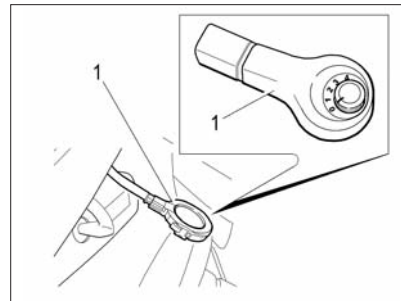

Рис. 37. Датчик дождя и освещенности
Для включения системы очистки необходимо переключатель чувствительности датчика дождя 1 (см. рис. 37), расположенный за зеркалом заднего вида в накладке датчика перевести из положения **0** в любое другое положение от **1** до **4\***, а рычаг переключателя стеклоочистителей перевести в положение **III** (прерывистый режим работы). При этом щетки очистителя
*В вариантном исполнении* автомобиля оснащаются совместным датчиком дождя и освещенности, который расположен на ветровом стекле за зеркалом заднего вида (рис. 37).
Для включения системы очистки необходимо переключатель чувствительности датчика дождя **1** (см. рис. 37), расположенный за зеркалом заднего вида в накладке датчика перевести из положения **0** в любое другое положение от **1** до **4\***, а рычаг переключателя стеклоочистителей перевести в положение **III** (прерывистый режим работы). При этом щетки очистителя делают один ход, после чего будут включаться или выключаться в зависимости от количества капель дождя, попадающих на ветровое стекло.